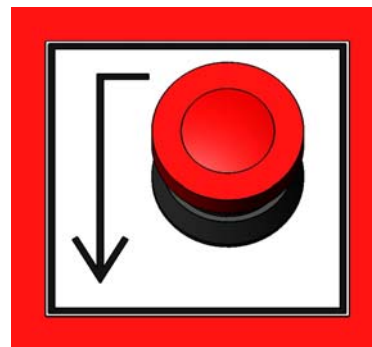

Abb. 6.12
- Betätigen Sie den Rückstell-Taster (Abb. 6.12)